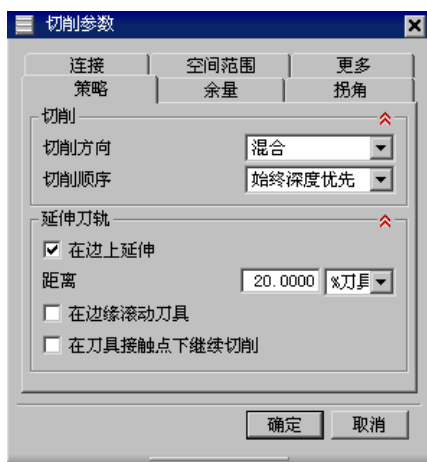

图 13.12 “策略”选项卡
Step2. 单击“切削参数”对话框中的策略选项卡, 设置图 13.12 所示的参数。